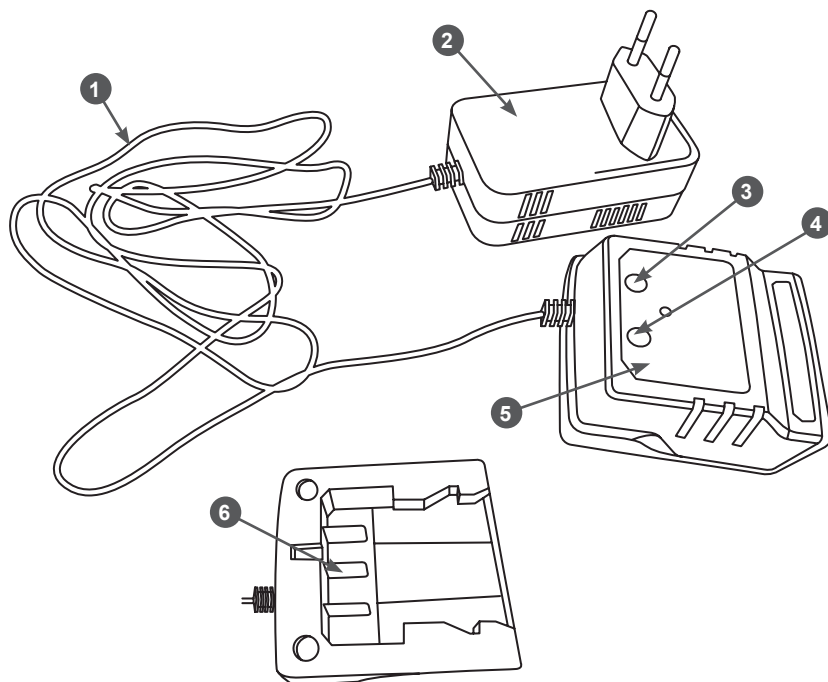

Рис. 1 Основные узлы и органы управления
Основные узлы и органы управления зарядного устройства показаны на Рис. 1.
2. Подключите зарядное устройство к сети. Процесс зарядки начнется автоматически, индикатор 4 сети (Рис. 1) загорается красным цветом и через несколько секунд затухает, после этого загорается индикатор зарядки. Во время зарядки индикатор 3 зарядки (Рис. 1) и панель индикаторов аккумулятора мигает зеленым цветом.
4. После окончания зарядки (индикатор зарядки горит зеленым), сначала отсоедините блок питания 2 (Рис. 1) от сети питания переменного тока, а затем снимите адаптер с аккумулятора.